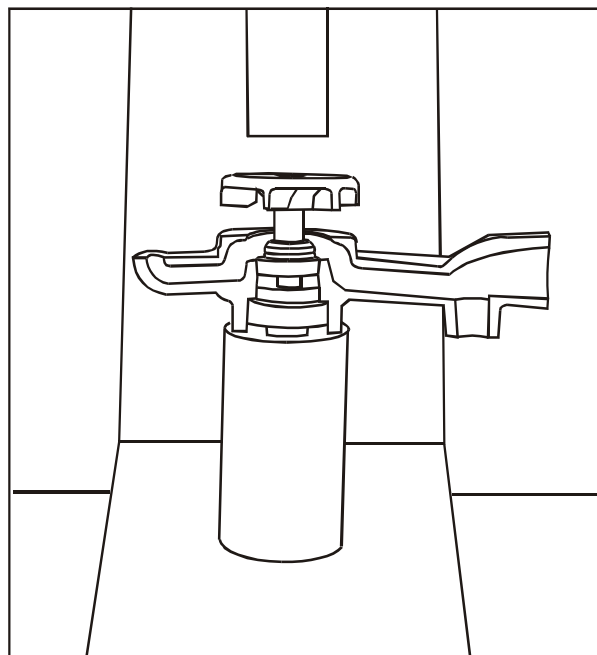

FIG 19
9. Monte o rotor na árvore com a ferramenta nº 81 30 417 e prenda **Fig. 19**.